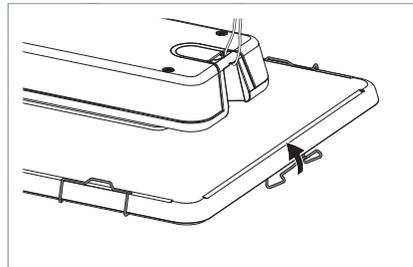

Fig. 14: Suojalevyn kiinnitys.
- ▶ Kiinnitä suojalevy valaisimeen kääntämällä kaikki kuusi kiinnitintä ylöspäin, katso Fig. 14.